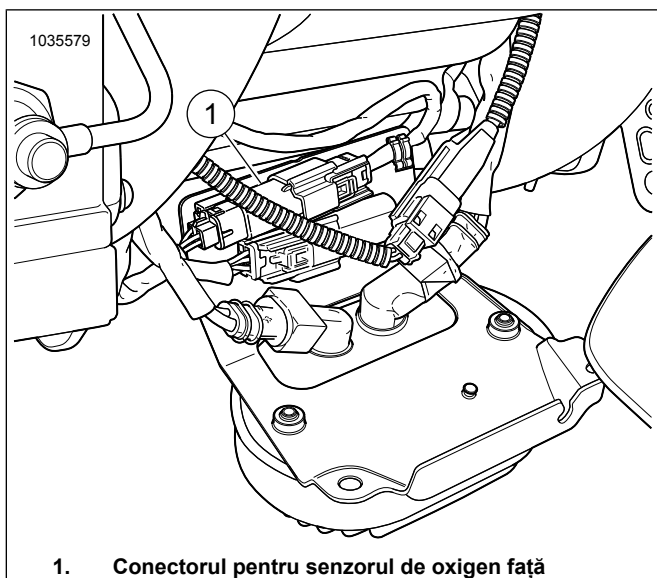

Figura 32. Locația senzorului de oxigen față
Consultați Figura 32. Deschideți capacul din față al regulatorului de tensiune și deconectați conectorul senzorului de oxigen față (1). Scoateți carcasa conectorilor din cutie.